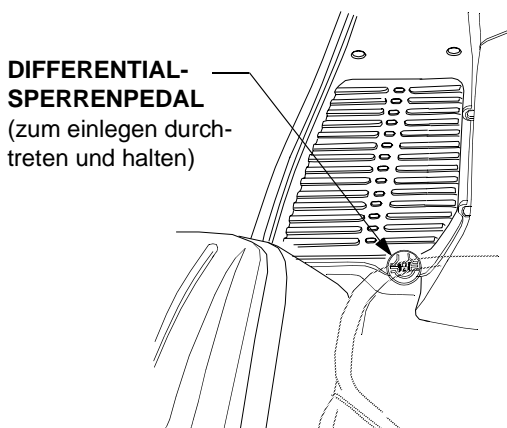

Abbildung 17
- Das Differentialsperrenpedal ganz durchtreten und halten, um die Differentialsperre zu aktivieren. Das Pedal freigeben, um die Differentialsperre zu lösen. Siehe Abbildung 17.